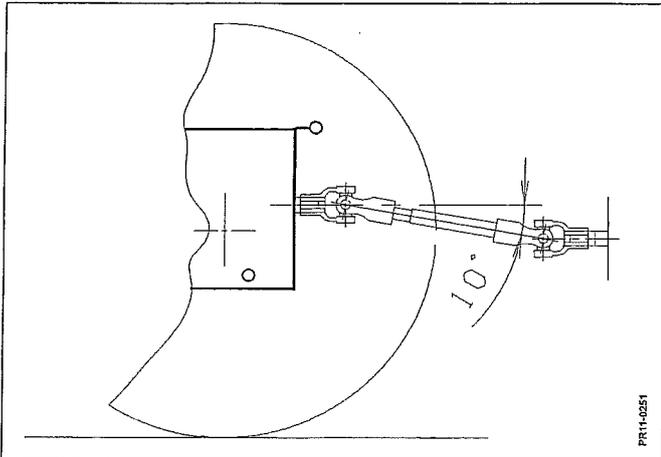

Fig. 2-5
- Fig. 2-5 b) Die Winkelabweichung der Gelenkwelle sollte im Bereich von -10° bis $+10^\circ$